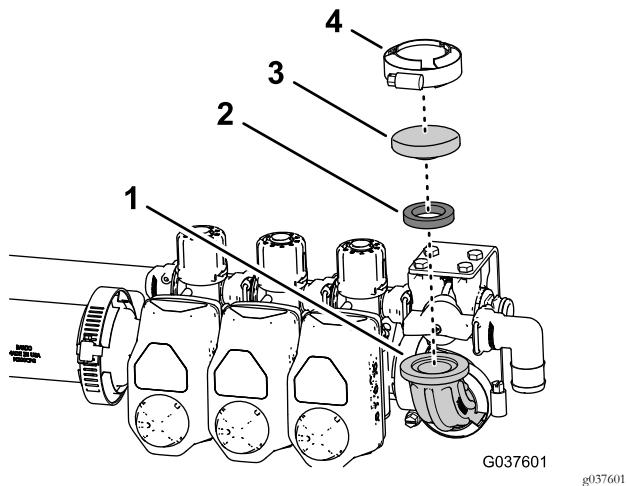

图46
1. 将垫片——25 x 35mm 以及盖子——52mm 组装到90°弯头的法兰上 图46。
2. 如图46所示用4064mm的法兰夹具将垫片和盖子固定到弯头。